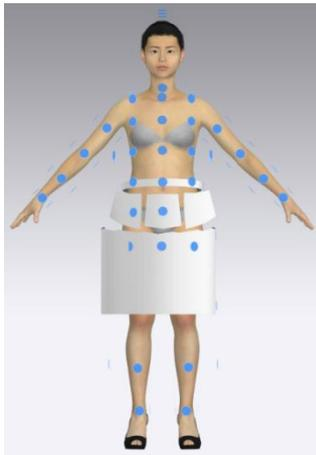

图 5-1-10 正面 3D 安排
(3) 按键盘数字键“2”，显示虚拟模特正面视图，运用 3D 视窗工具栏中“ (选择/移动)”工具依次选择腰头、前育克、裙前片，放置在对应位置安排点，如图 5-1-10 所示。